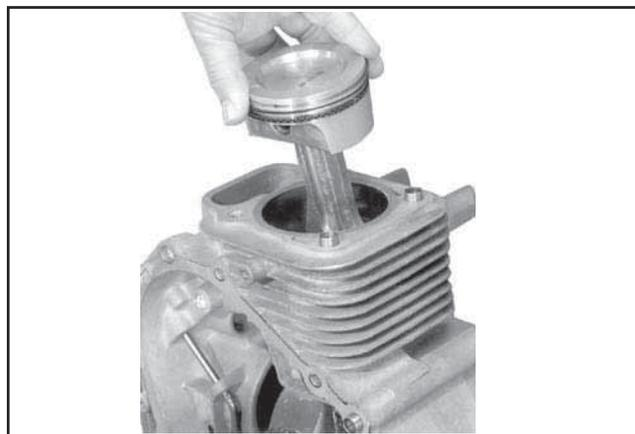

Figure 9-72. Enlèvement des groupes piston/bielle.
2. Enlever prudemment le groupe piston et bielle du trou du cylindre. Voir la Figure 9-72.